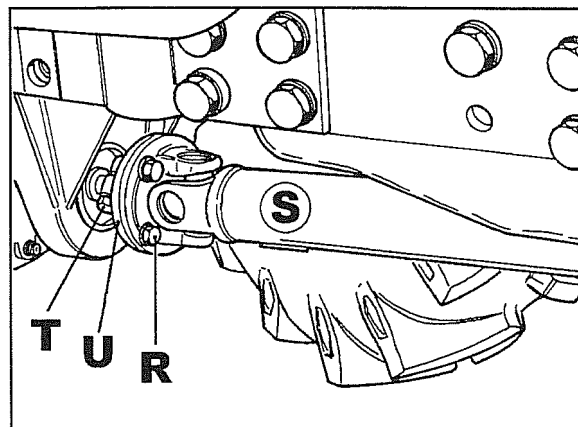

Fig. 76
8. Desligar o eixo **S** da tracção dupla através dos parafusos **R** fig. 76, puxando-o para a frente para o retirar.
9. Desatarraxar o parafuso **T** fig. 76 e retirar a flange **U**.